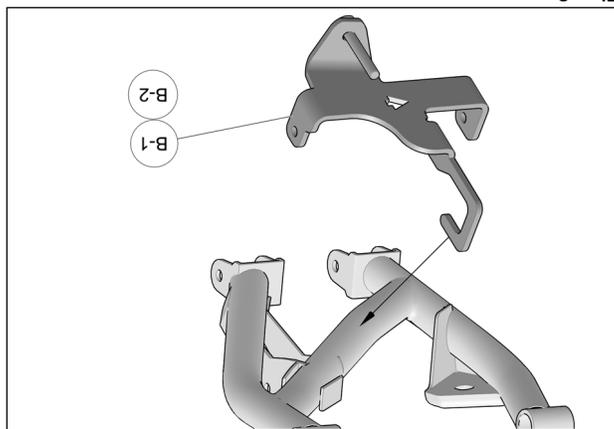

Fig. 6
6. Accrocher l'arrière de l'ancrage (B-1, B-2) sur la traverse du bras de suspension inférieur. Voir la Fig. 6